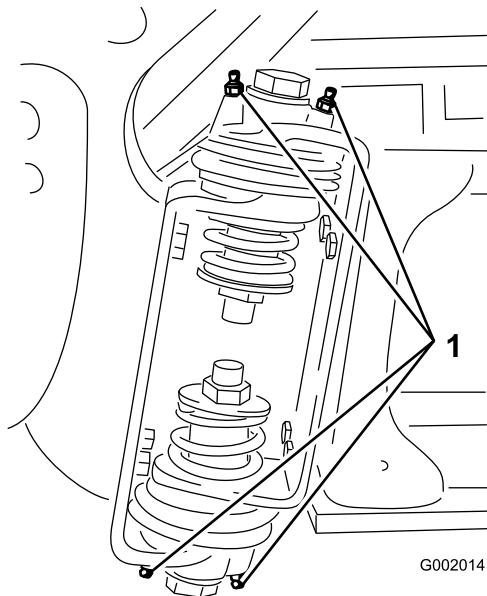

Figura 33
2. Pompate del grasso nel raccordo di ogni cuscinetto o boccola (**Figura 33**).